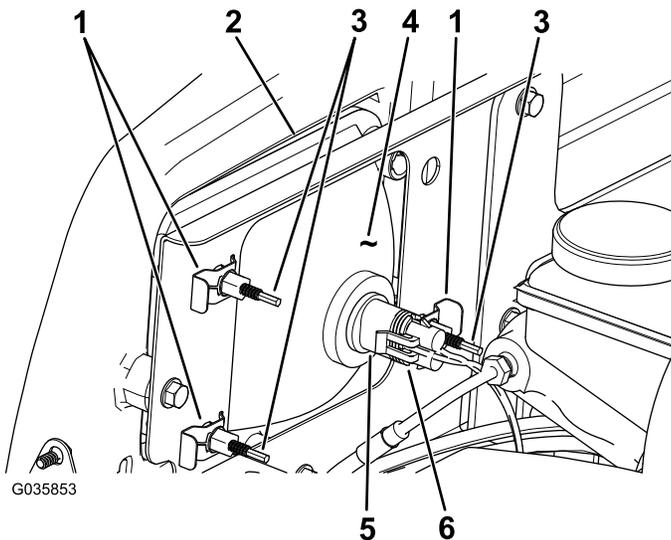

図 44
3. ランプアセンブリのコネクタから、ハーネス用のコネクタを外す 図 44。
4. ヘッドライトをヘッドライトブラケットに固定しているスピードクリップを外す 図 44。
5. ヘッドライトアセンブリ全体を前に押し出して、前バンパーから外す 図 44。
6. 取り付け穴に新しいヘッドライトを取り付ける 図 44。
8. ハーネス用のコネクタを、新しいランプアセンブリのコネクタに接続する 図 44。
2. ヘッドライトアセンブリの裏側部分にある調整ねじ 図 44を回してヘッドライトアセンブリの角度を変えてビームの方向を調整する。